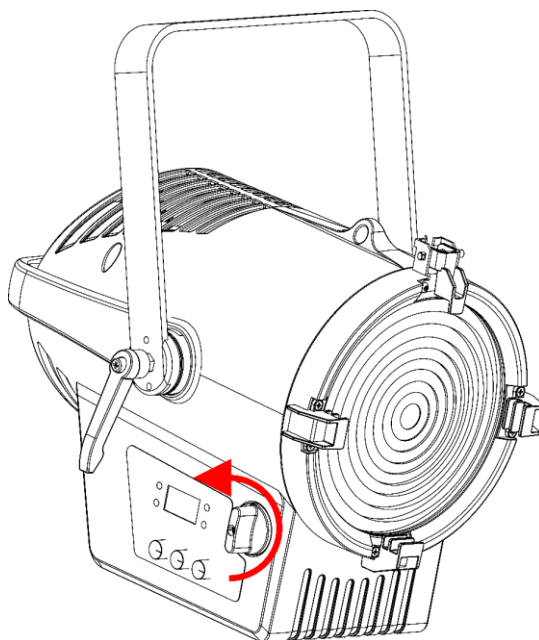

Fig. 09
- 01) Ruotare il **controllo zoom (01)** per impostare lo zoom desiderato (cfr. Fig. 09).